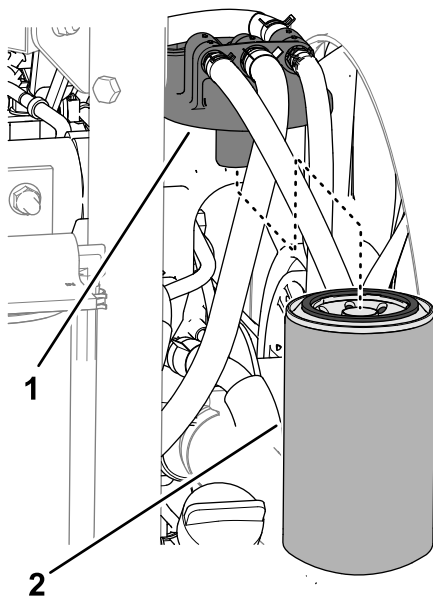

Figura 121
2. Curățați zona din jurul capătului filtrului de combustibil (Figura 121).
3. Scoateți filtrul și curățați suprafața de montare a capătului filtrului (Figura 121).